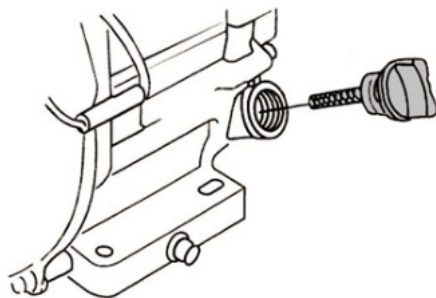

Рис. 6 Крышка-щуп маслозаливной горловины
2. Открутите крышку-щуп маслозаливной горловины и извлеките щуп (Рис. 6).